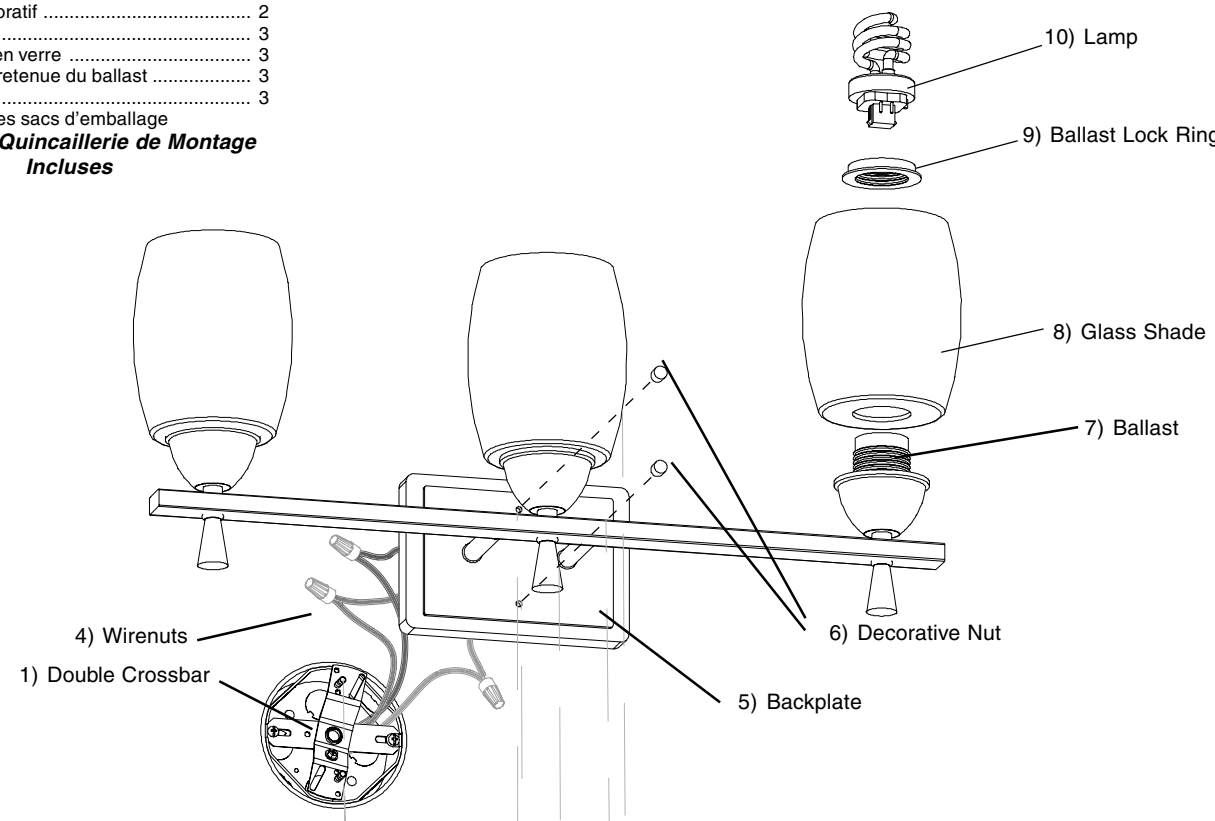

Figure 3
5. With the power turned off, hold the fixture firmly and connect the green ground wire from the fixture to the bare copper ground wire from the junction box using a Wirenut (4). *(If house wiring does not include a ground wire, consult your local electrical code for approved grounding methods).* **See Fig. 3.**
6. Use Wirenuts (4) to connect black fixture wire to the black power supply wire and white fixture wire to the white power supply wire. **See Fig. 3.**
8. Position the Backplate (5) over the screws protruding from the bent Crossbar and secure fixture with Decorative Nuts (6).
9. Unscrew Ballast Lock Ring (9) from the Ballast (7).
10. Place the Glass Shade (8) over the Ballast (7) and reinstall the Ballast Lock Ring (9).
11. Insert the Lamp. See Fig. 3.
5. Con la electricidad apagada, sostenga el luminario firmemente y conecte el alambre verde de conexión a tierra del luminario al alambre de cobre descubierto de conexión a tierra de la caja de ensambladura usando un Capuchón de Alambres (4). *(Si el alambrado de la casa no incluye un alambre de conexión a tierra, consulte su código eléctrico local para métodos de hacer tierra aprobados).* **Vea Fig. 3.**
6. Use Capuchones de Alambres (4) para conectar el alambre negro del luminario al alambre negro de suministro de electricidad y el alambre blanco del luminario al alambre blanco de suministro de electricidad. **Vea Fig. 3.**
8. Coloque la Placa Trasera (5) sobre los tornillos que sobresalen de la Barra Transversal torcida y asegure el luminario con Tuerca Decorativa (6).
9. Desenrosque el Anillo de Cerradura del Balastro (9) del Balastro (7).
10. Coloque la Pantalla de Cristal (8) sobre el Balastro (7) e instale de nuevo el Anillo de Cerradura del Balastro (9).
11. Inserte la Lámpara (10). **Vea Fig. 3.**